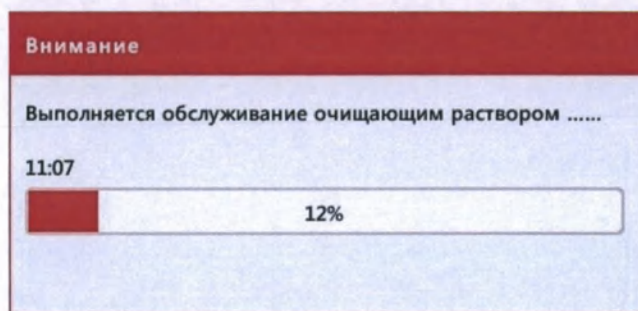

Рис.10.5-6 Информационное окно процесса замачивания камер счёта
- 4) После аспирации очищающего раствора игла поднимется и уйдёт внутрь прибора, а затем очиститель будет отдозирован в камеры счёта WBC и RBC. С этого момента начнётся процесс замачивания камер, и появится информационное окно с полосой прогресса и счётчиком оставшегося времени замачивания (Рис.10.5-6).